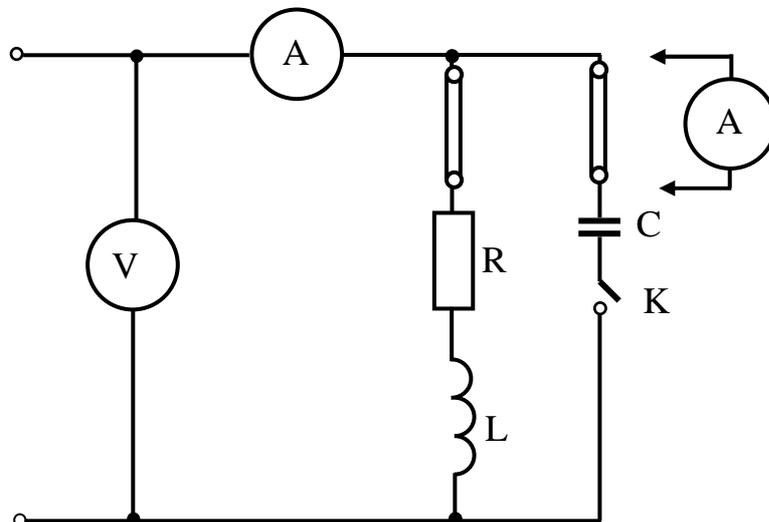

Рис. 4.2
Элементы и приборы схемы электрической цепи, изображенной на рис. 4.2.:
2. Собрать цепь по схеме, показанной на рис. 4.2.
2. Записать формулу для определения полной проводимости всей цепи (рис. 4.2.) и индуктивной катушки.